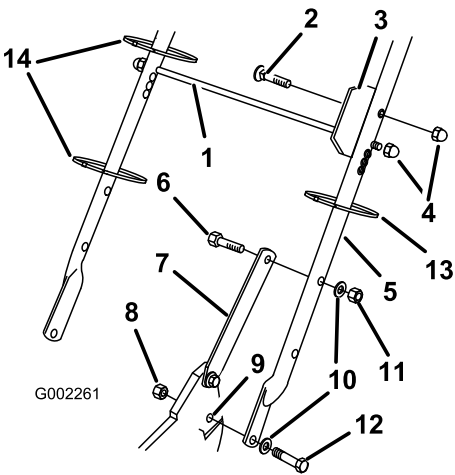

Figura 3
1. Fije el manillar al exterior de la carcasa del cortacésped (usando el taladro inferior) con 2 pernos (5/16 x 1-1/4 pulgadas), arandelas y contratuercas finas (5/16 pulgada) (Figura 3).
2. Fije los cierres del manillar al manillar con dos pernos (5/16 x 1-1/2 pulgadas), arandelas, y contratuercas (5/16 pulgada) (Figura 3).
3. Introduzca el perno a través de la chapa de alineación de la bolsa y el segundo taladro desde arriba del lado izquierdo del manillar, y fíjelo con una contratuercas de caperuza (Figura 3).
4. Deslice la varilla de soporte de la bolsa por el tercer (desde arriba) taladro de montaje de cada lado del manillar y fije cada extremo con una contratuercas de caperuza (Figura 3).
5. Utilice sujetacables para fijar los cables de control al manillar (Figura 3).